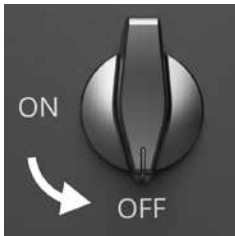

Abb. 72: DC-Trennschalter des MAX.STORAGE ausgeschaltet
1. Schalten Sie den externen DC-Trennschalter in Position „OFF“ (siehe Abb. 72).